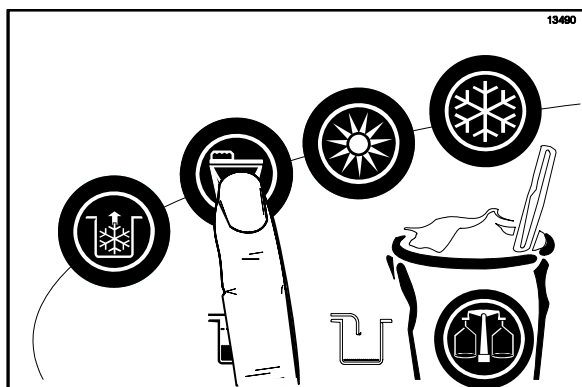

Figura 158
11. Pressione o símbolo LAVAR . Isso fará com que a solução sanitizante no cilindro de congelamento entre em contato com todas as áreas no seu interior. (Veja a Figura 158.)